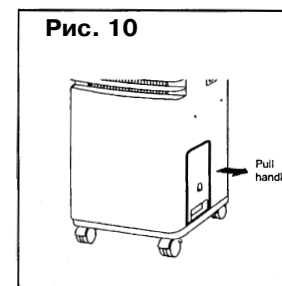

Рис. 10
- Пользуясь ручкой, медленно выньте емкость для воды из кондиционера (рис. 10).